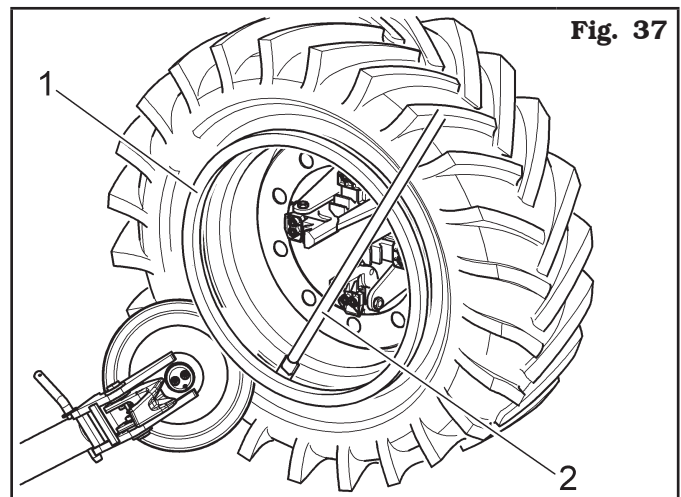

Fig. 37
- Repetir la operación haciendo avanzar el disco destalonador contra el aro (véase **Fig. 37**) hasta librar el anillo de bloqueo (**Fig. 37 ref. 1**). Este será sucesivamente extraído con la palanca (**Fig. 37 ref. 2**).